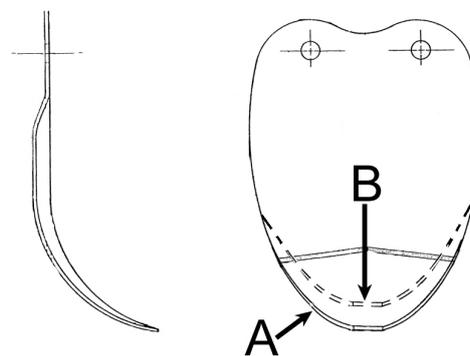

figure 15-1
Etat des lames de la fraise (SF600)(figure 15-1)
- Vérifiez que les lames, les boulons de fixation et les goupilles soient en place et en bon état, échangez les pièces si elles sont abîmées ou si la lame est usée de plus de 20 mm (figure 15-1, repère B) par rapport à une lame neuve (figure 15-1, repère A)